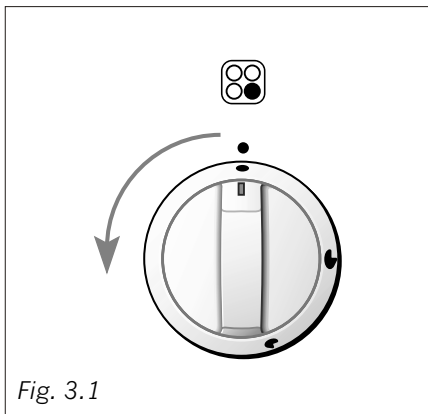

Fig. 3.1
L'arrivée du gaz au brûleur est commandée par une manette (fig. 3.1) qui actionne le robinet à fermeture de sécurité.
- Appuyer la manette du robinet et tourner en sens anti-horaire de 90° (fig. 3.1).